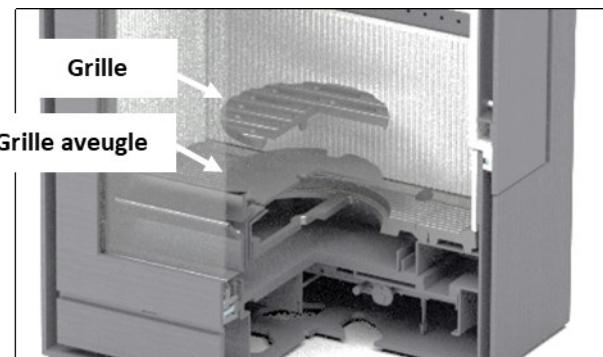

Fig. 14
**Important:** En cas de mauvais tirage et/ou de lit de braises insuffisant, il est vivement conseillé de laisser un peu d'air par le bas afin de permettre à votre appareil de chauffage d'atteindre son régime de fonctionnement normal (parfois plus d'une heure). Selon le modèle, votre poêle peut être équipé d'une grille aveugle qui est placée sous la grille (Fig. 14). En cas de mauvais tirage et/ou utilisation du charbon, enlever la grille aveugle. Selon le modèle (TQ33, TQH13), votre poêle peut être équipé d'une plaque coupe tirage nécessaire pour obtenir les résultats accrédités par le laboratoire Officiel qui a testé ce produit. Pour retirer la plaque coupe tirage, il sera nécessaire de retirer le revêtement intérieur. Retirer la plaque coupe tirage en la levant et en la tournant de 90 degrés, puis remettez les pièces intérieures en place. Voir paragraphe « Installation du revêtement intérieur ».
Il est préférable de vider le cendrier lorsque l'appareil n'est pas en fonctionnement. Pour enlever les cendres, faites-les tomber du foyer dans le cendrier à travers la grille avec l'outil fourni. Si votre poêle a une grille aveugle (qui est placée sous la grille), retirez les deux grilles pour un nettoyage facile (Fig. 14).